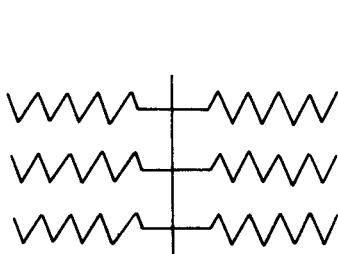
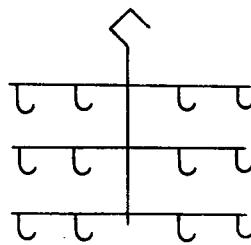

图 1-5
图 1-6
③ 小工件镀锌挂具见图 1-5、图 1-6。图 1-5 适用于片状小件
镀锌使用。图 1-6 适用于一般小件镀锌。